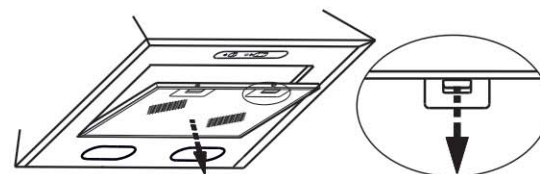

РИС. 4
- снимите алюминиевый фильтр (рис. 4);
8.3 Для очистки алюминиевого фильтра извлеките его из зонта (рис. 4) и произведите его очистку с помощью щетки горячим водным раствором нейтрального моющего средства вручную или в посудомоечной машине (при 60°C).
- перед установкой зонта снимите алюминиевый фильтр, для этого нажмите на пружинный замок на фильтре и потяните фильтр вниз и на себя (рис. 4);